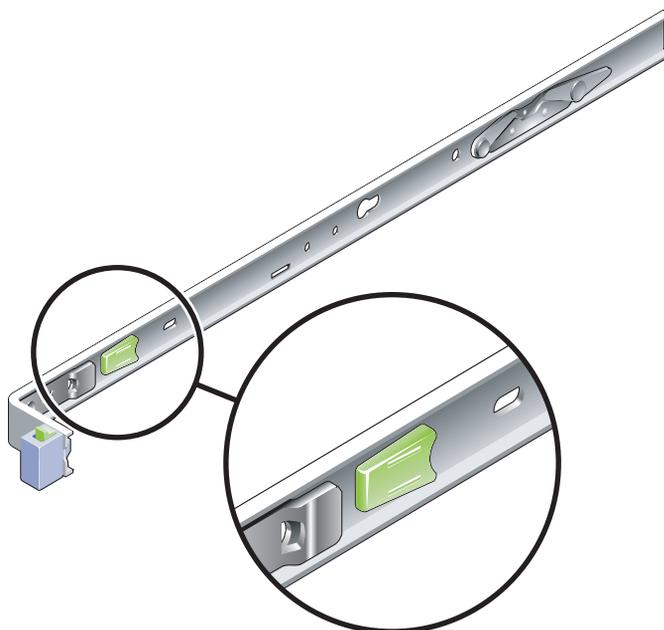

FIGURA 2-2 Pestillo del soporte de montaje
- c. Deslice el pestillo del soporte de montaje hacia la izquierda (FIGURA 2-2) y retire el soporte de la guía.